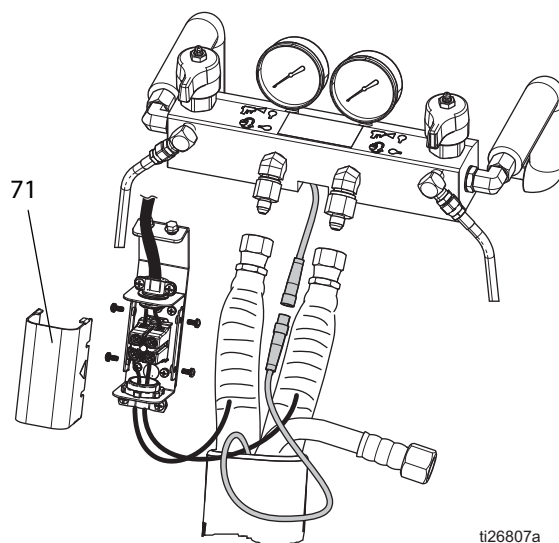

Рис. 71: Распределительная коробка шланга с обогревом
2. Снимите чехол (71). См. Рис. 71.
3. Отключите провода системы (139) от дозирующего устройства.
4. Отключите провода шланга от клеммной колодки (AS).